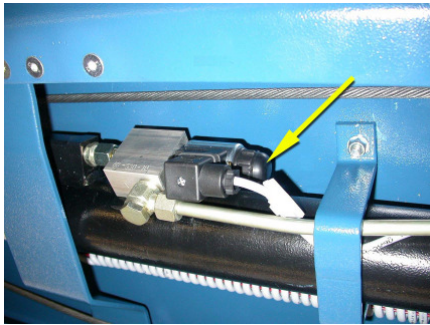

Bild 2: Doppelsitzventil mit Handbetätigung am Zylinder
- Am Hydraulikzylinder unter der Auffahrschiene befindet sich ein Doppelsitzventil (siehe Bild 2)